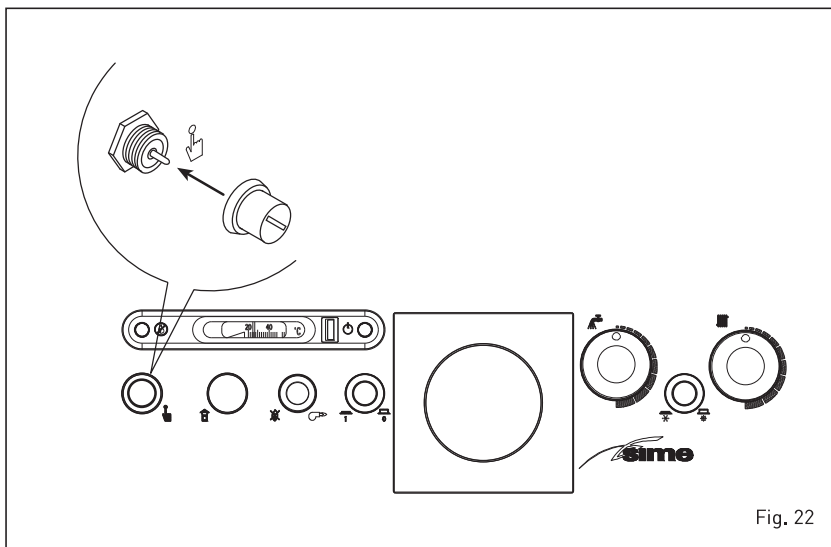

Fig. 22
**TERMOSTATO DE SEGURIDAD (fig. 22)**
El termostato de seguridad de mando manual interviene cuando la temperatura supera los 110°C, provocando el apagado inmediato del quemador. Para reactivar el equipo, destornillar el capuchón de protección y presionar el pulsador que se encuentra debajo (fig. 22).